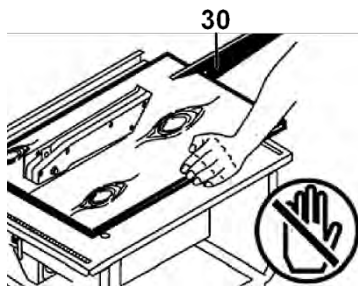

Рисунок 14
- Положите один конец заготовки на рабочий стол, прижмите ее к параллельной направляющей, которая отрегулирована для заданных ширины и угле распиливания и начните подачу заготовки к пильному диску с помощью толкателя 30 (рисунок 14).